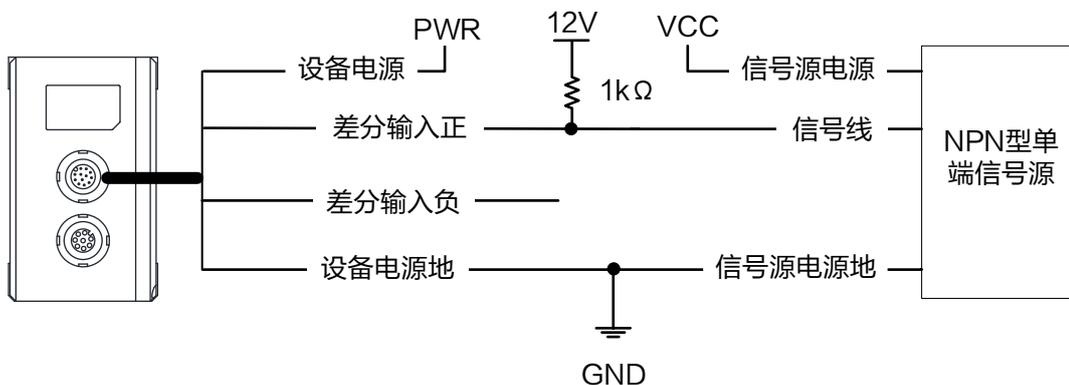

图7-5 NPN 型单端信号
- NPN 型单端信号源提供信号给设备差分输入时，设备差分输入作为单端输入使用，接线如图 7-5 所示。